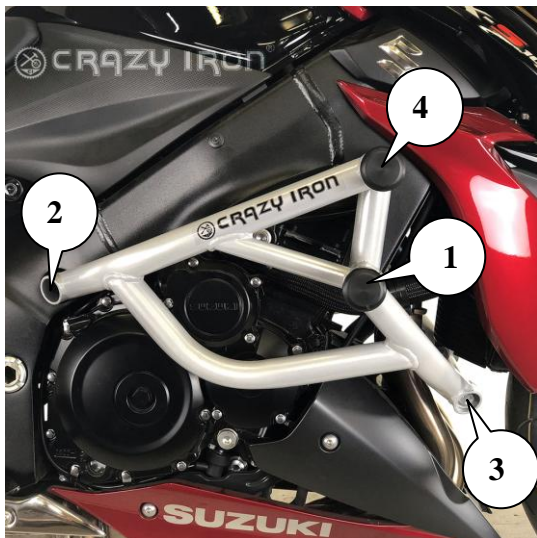

Рис.1. Установленная клетка вид справа
4. Приложите правую половину клетки к точкам крепления правой стороны №1 и №2 (как это показано на рис.1).
6. Совместите крепежные отверстия на мотоцикле с монтажным отверстием в клетке точки №2 (см. рис.1) на правой стороне мотоцикла. Клетка при этом предварительно зафиксирована в точке №1.